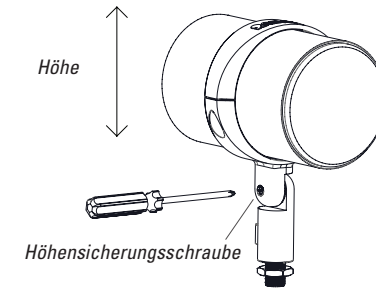

Abbildung 4
5. Die Höhenverriegelungsschraube mit einem Kreuzschlitzschraubendreher lösen (nicht im Lieferumfang enthalten) (siehe Abbildung 4), den Lautsprecher auf den gewünschten Höhenwinkel ausrichten und die Verriegelungsschraube von Hand festziehen. **NICHT ZU FEST ANZIEHEN.**